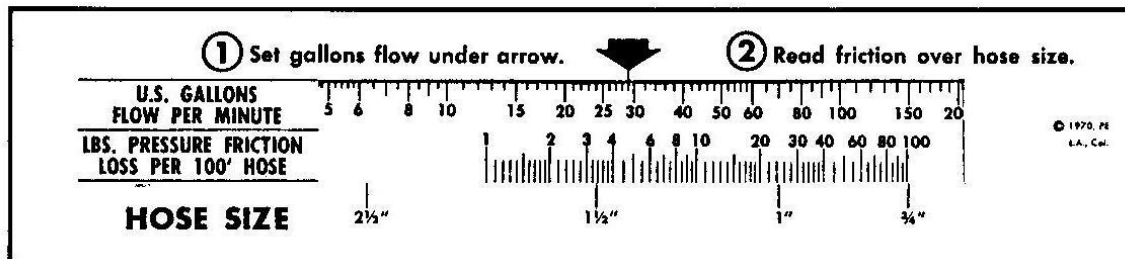

Figura 5. Regla de Pérdida por Fricción, ajuste a 29 gpm de caudal o gasto.
Paso 4. Encontramos que el gasto es de 29 gpm. En la Regla (calculadora), de conformidad con el flujo de galones por minuto, ajustar la regla para que la flecha coincida en 29 gpm de la escala, como se muestra en la figura 5.